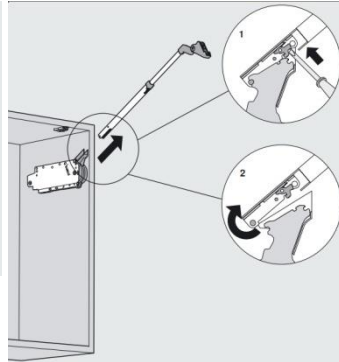

рис. 2
2. Телескопические рычаги монтируются к силовому механизму креплением CLIP (рис. 2).
2. Рычаг защелкивается на силовом механизме без инструментов (рис. 2).